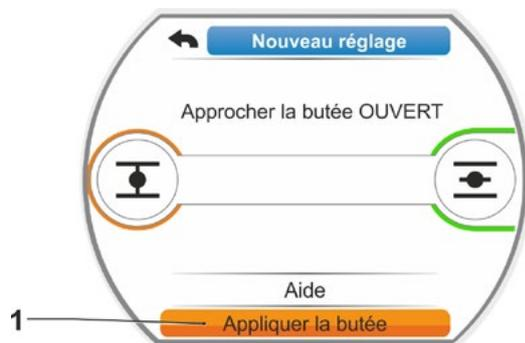

Fig. 7 : appliquer la butée
- c) Tourner le Drive Controller et placer la surbrillance de sélection sur « Appliquer les butées » (Fig. 7).